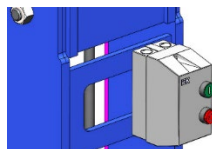

Рис. 1
4.2 Контакттор электрический КМИ-11260 закрепить на раме и подсоединить к цеховой электросети 380 В (Рис. 1).